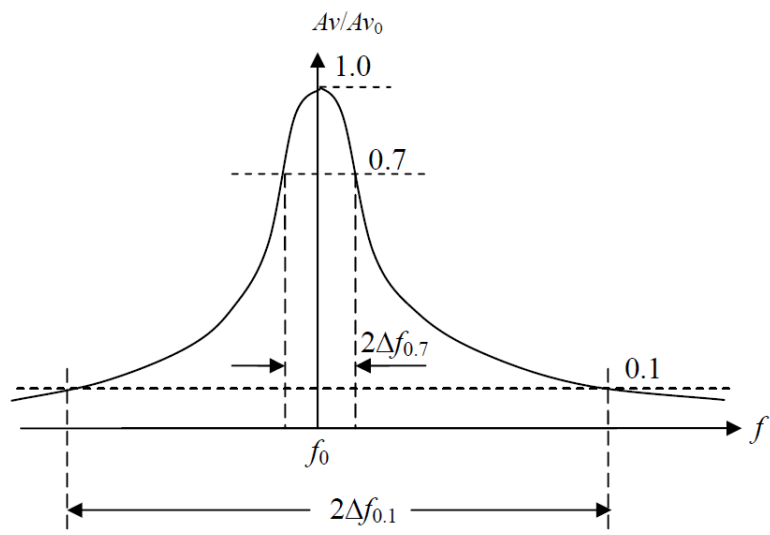

图 2. 谐振放大器典型幅频特性示意图
- (1) 图 2 是 LC 谐振放大器的典型特性曲线，矩形系数  $K_{r0.1} = \frac{2\Delta f_{0.1}}{2\Delta f_{0.7}}$ 。